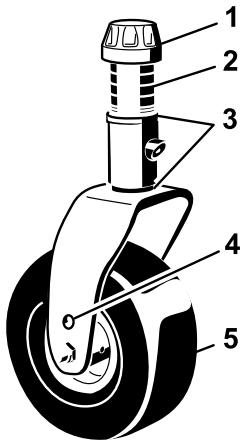

図 24
- キャスタのシャフトからテンショニングキャップを外す（図 24）。そして、キャスタアームからシャフトを抜き出す。最初についていたように、キャスタシャフトにシム（3mm）を 2 枚セットする。適正数のスペーサーシャフトにセットして希望の刈高にする。
- キャスタシャフトを前キャスタアームに押し込む。シムを取り付け（最初についていたように）、残りのスペーサーをシャフトに取り付ける。テンショニングキャップを取り付けてアセンブリを固定する（図 24）。